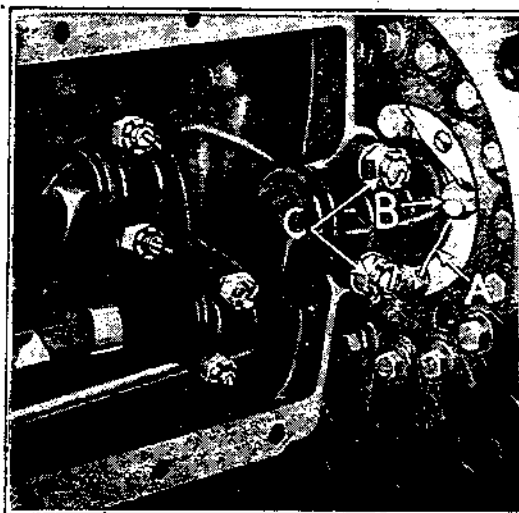

Fig. 257
- a) Couper le fil des vis de fixation du volant (voir A, fig. 257) et dévisser la vis « B » qui empêche de retirer le chapeau de palier.